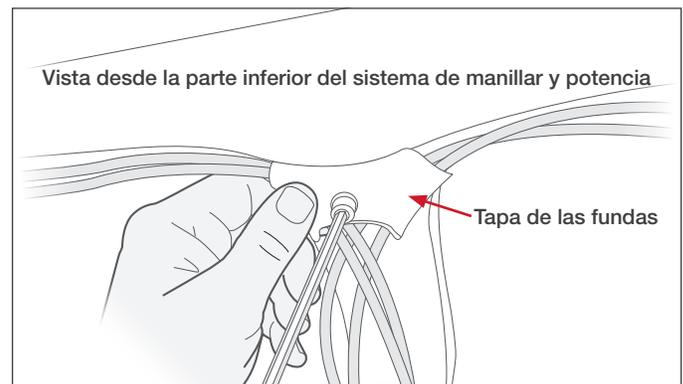

Figura 2
3. Coloca la tapa de las fundas sobre la parte inferior del manillar (ver figura 2).